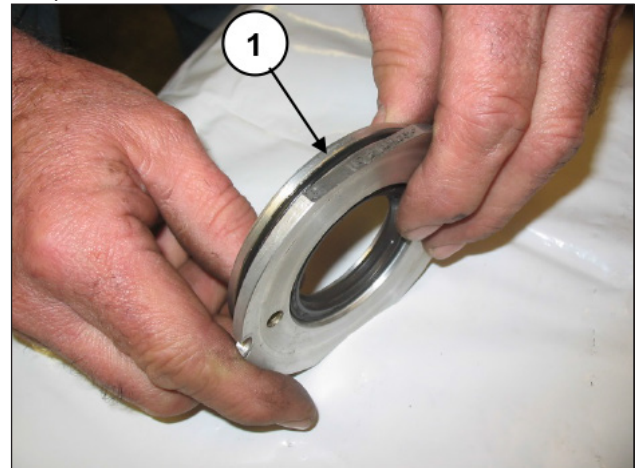

Abb. 118
Setzen Sie den O-Ring (Pos. ①, Abb. 118) in den Sitz des Ölabstreifring-Deckels ein und führen Sie die montierte Gruppe durch die obere Öffnung des Gehäuses in den entsprechenden Sitz ein.